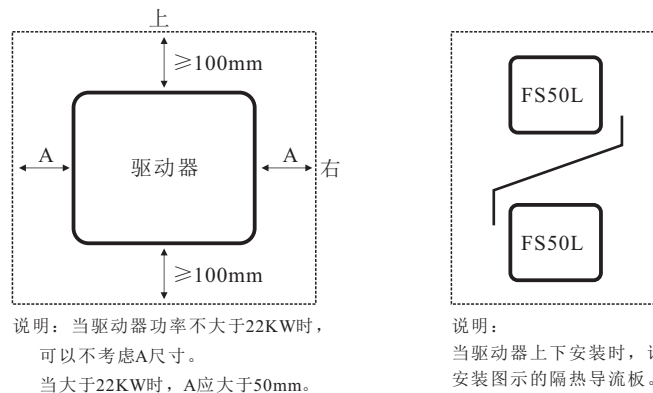

图3-1 列驱动器安装示意图
- 1) 请垂直安装驱动器, 便于热量向上散发。但不能倒置。若柜内有较多驱动器时, 最好是并排安装。在需要上下安装的情况, 请参考图3-1的示意图, 安装隔热导流板。
- 2) 安装空间照图3-1所示。保证驱动器的散热空间。但布置时请考虑柜内其他器件的散热情况。